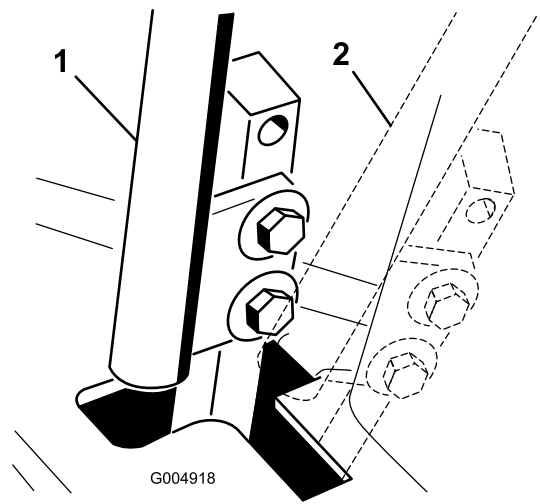

Bild 55
4. Schieben Sie den Schaltbügel in die NEUTRAL-Stellung, jedoch nicht in die **arretierte** Stellung (Bild 55).
6. Prüfen Sie, an welcher Stelle der Schaltbügel relativ zur Kerbe im Armaturenbrett ist (Bild 55).